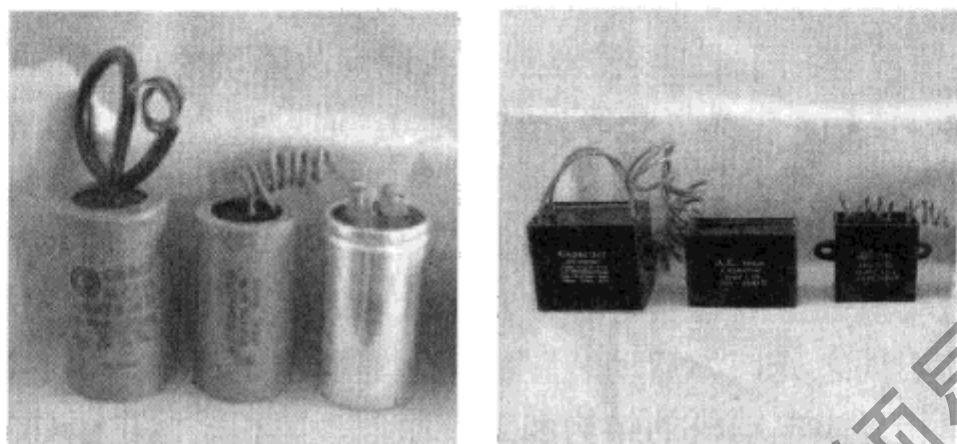

图 3-3 交流电动机常用电容器
② 单相异步电动机接线时须正确区分主、辅绕组,并注意它们的首、末端,一般应在接线板上做绕组出线端标志。若出线端标志脱落,电阻大者为辅助绕组。
③ 更换电容器时,应注意电容器的电容量和工作电压,使之与原规格相符。交流电动机常用电容器如图 3-3 所示。